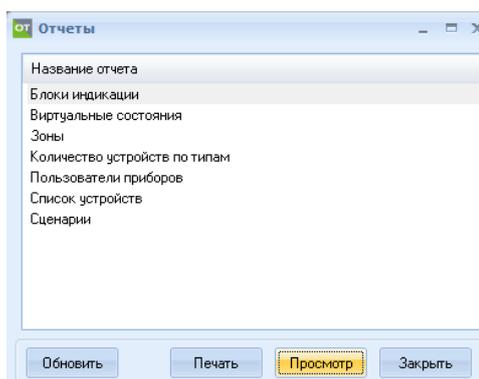

Рисунок 18.5 – Диалоговое окно «Отчеты»
– «Отчеты» – позволяет вызвать диалоговое окно «Отчеты», в котором можно выбрать тип отчета, а также действие с ним (Печать, Обновить, Просмотр) (рисунок 18.5).